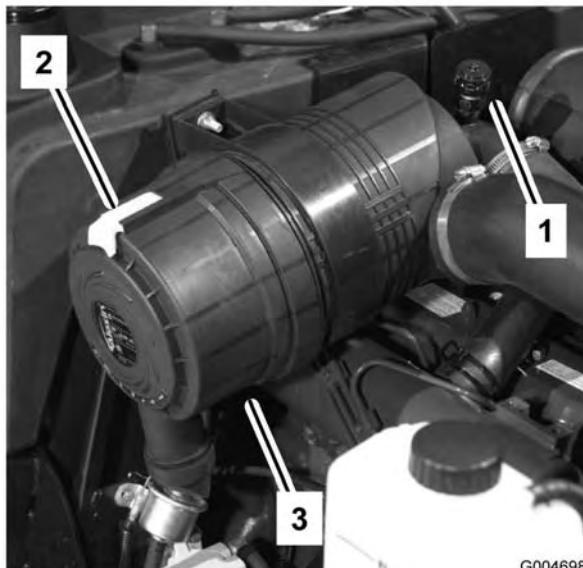

Bild 45
Warten Sie die Luftfilter, wenn die Luftfilteranzeige rot anzeigt (Bild 45) oder nach jeweils 400 Betriebsstufen (häufiger in sehr staubigen oder schmutzigen Bedingungen). Warten Sie den Luftfilter nicht zu häufig.
1. Ziehen Sie den Verschluss nach außen und drehen die Luftfilterabdeckung nach links. Nehmen Sie die Abdeckung vom Körper ab (Bild 45). Reinigen Sie die Innenseite der Luftfilterabdeckung.
6. Stellen Sie die Anzeige (Bild 45) zurück, wenn sie auf Rot steht.